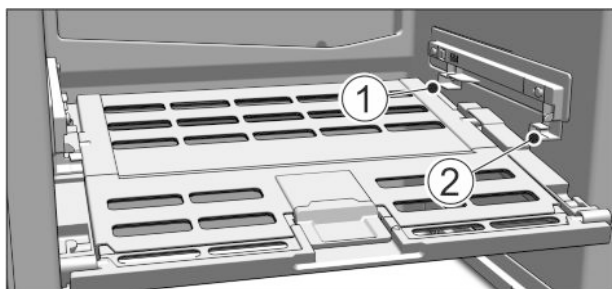

Fig. 50
- ▶ Nasazení víka přihrádky na ovoce a zeleninu: Výstupky víka zavedte zdola do zadních držáků Fig. 50 (1) a vpředu zaklesněte do držáku Fig. 50 (2).